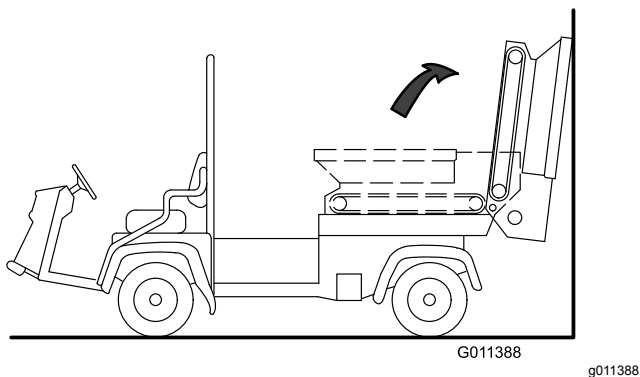

**Figura 32**
4. Rimuovete le 2 viti a testa cilindrica, le rondelle e i dadi su ciascun lato della macchina, fissando la tramoggia al pianale scorrevole (Figura 32).